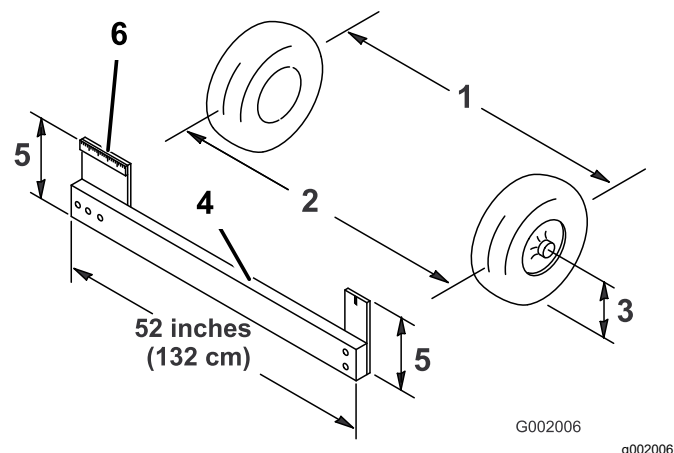

Figure 50
- Mesurez la distance entre les deux roues avant à hauteur d'essieu, à l'avant et à l'arrière des roues (Figure 50).
Remarque: Vous aurez besoin d'un gabarit ou d'un contrôleur d'alignement pour mesurer précisément l'arrière des roues avant à hauteur d'essieu. Utilisez le même gabarit ou outil pour mesurer précisément l'avant des roues avant à hauteur d'essieu (Figure 50).